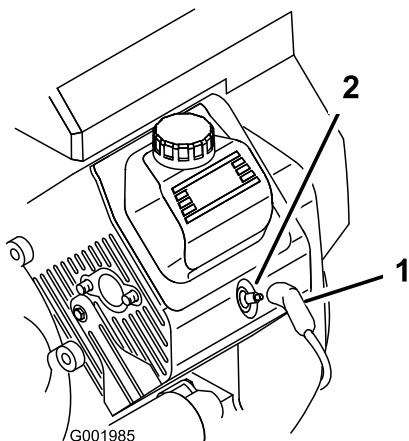

Figure 44
3. Débranchez les fils des bougies (Figure 44).
3. Rebranchez le fil de la ou des bougies (Figure 44).